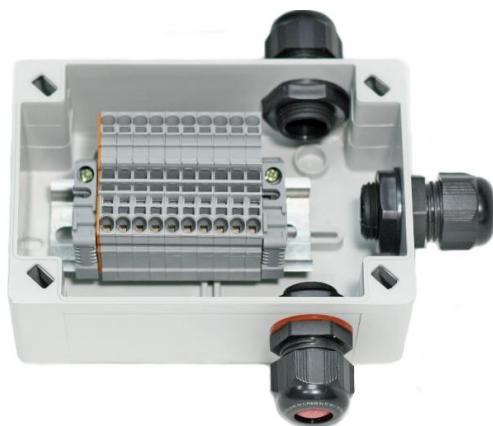

Рис. 1 – Внешний вид коробки
- разметить место крепления коробки к рабочей поверхности, рис. 1;